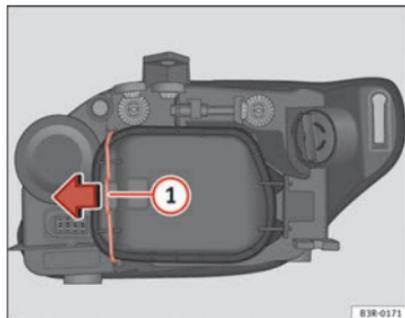

Fig. 197 Luz de cruce
Aunque no es necesario, extraer previamente la tapa rígida ⇒ fig. 197, facilita el cambio de la lámpara de dirección. ■
- Desplace el tirante ⇒ fig. 197 ① en el sentido de la flecha y saque la tapa rígida separando primero el lado del tirante y sacando después las dos pestañas del extremo contrario de la tapa.